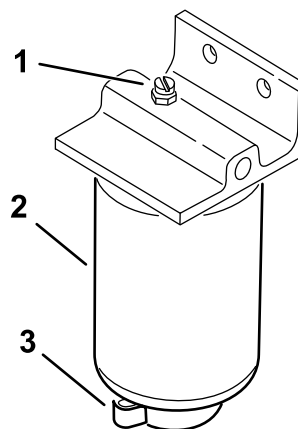

Figura 39
4. Abra o tampão de drenagem e válvula de respiro (Figura 39).